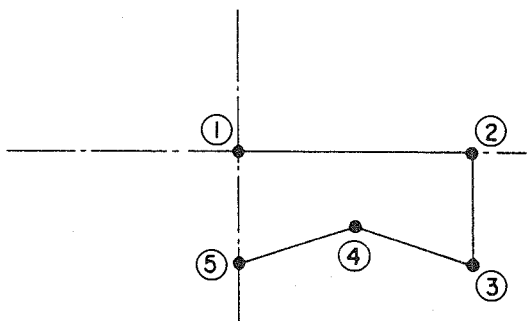

Fig. 1
Paso 1 Pulse las teclas **Avance** o **Retraceo** para hacer que la aguja se mueva a la sección del dato hasta el punto ① creado usando la función de entrada de salto. (La aguja pasará a su origen.)
Con esto se borran los datos hasta el punto ① creados usando la función de entrada de salto. La aguja volverá a su origen. Ahora el patrón tiene una puntada lineal entre el punto ② y el punto ⑤ comenzando desde el origen, como se ilustra en la Fig. 1.